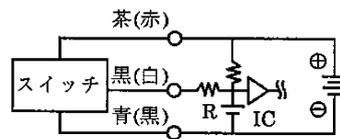

図8 容量性負荷に電流制限抵抗Rを入れた例。この時の抵抗R(Ω)は次式以上を使用してください。
- 容量性負荷(コンデンサ)を接続使用する場合には、スイッチON時に突入電流が発生しますので図8に示す保護回路を必ず設けてください。